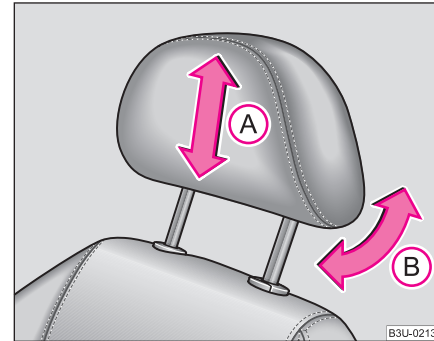

Fig. 57 Reglarea tetierei
- Cuprindeți tetiera cu ambele mâini de părțile laterale și împingeți în sensul indicat de săgeată (A) în sus sau în jos ⇒ fig. 57. Reglați tetierele astfel încât marginea de sus a tetierei să se afle la aceeași înălțime cu partea cea mai de sus a capului dvs. ⇒ pagina 149, fig. 133.
Tetierele scaunelor din față se pot regla pe înălțime și ca înclinație ⇒ fig. 57, cele laterale din spate, numai pe înălțime (cca. 15 mm). Tetiera centrală din spate este fixă.